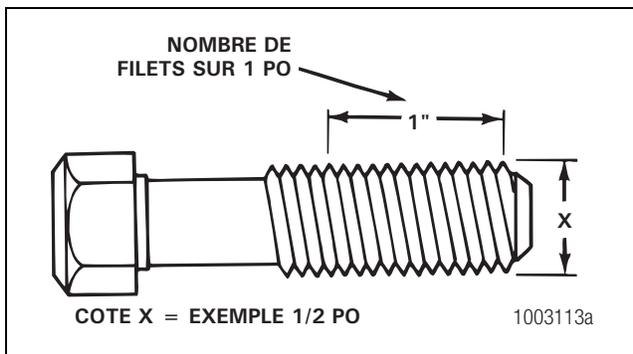

Figure 8.1
1. Mesurer le diamètre du filetage en pouces, cote X. Figure 8.1.
2. Compter le nombre de filets sur une longueur de 1 po. Figure 8.1.